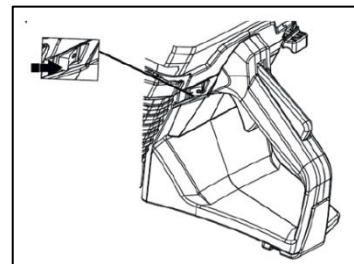

Рис. 22
1. Переведите выключатель зажигания в положение «-» (Рис. 22).